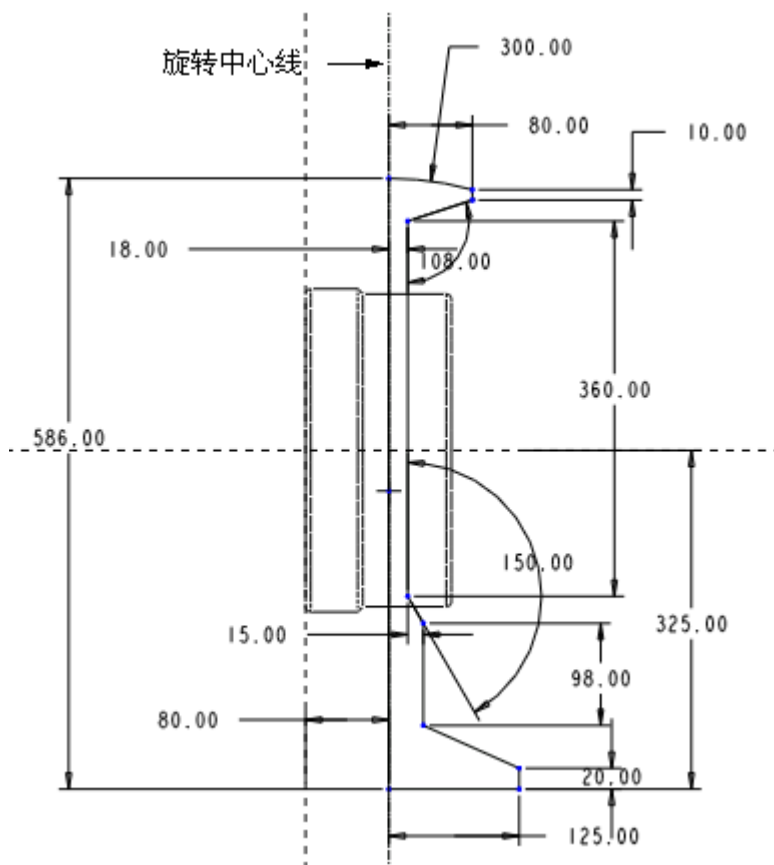

图 59-24
- (1) 单击旋转工具按钮 , 打开旋转特征操控板, 单击草绘截面按钮 , 打开【剖面】对话框。
- (2) 选择 RIGHT 基准面为草绘平面，TOP 基准面为视图方向参照。
- (3) 单击【剖面】对话框中的【草绘】按钮，进入草绘工作环境。
- (4) 绘制如图 59-24 所示的一条中心线和旋转截面，然后单击草绘命令工具栏中的  按钮。